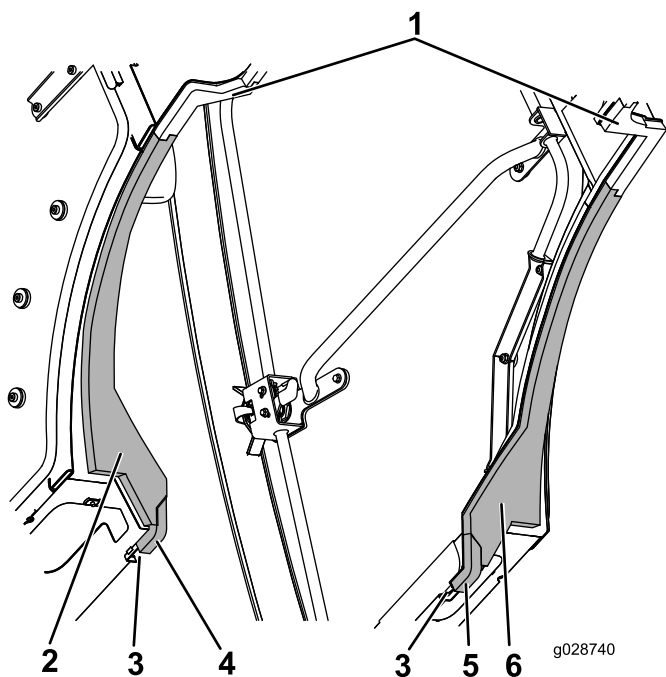

Figura 60
4. Alinhe as extremidades mais interiores das peças de espuma do depósito esquerda e direita com as peças de espuma intermédias direita e esquerda e ligue as abas (Figura 60).
5. Pressione a extremidade frontal das peças de espuma laterais esquerda e direita contra o canal e ligue a extremidade traseira em ângulo das peças de espuma laterais com as peças de espuma do depósito (Figura 60).